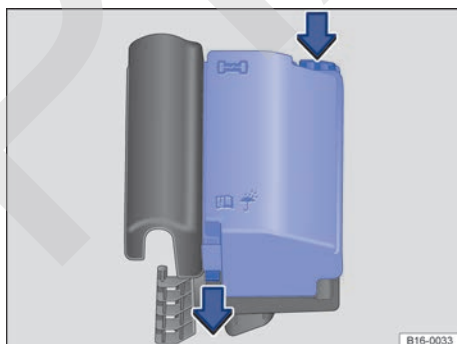

Fig. 154 En el vano motor: cubierta de la caja de fusibles.
- Para desbloquear la cubierta de la caja de fusibles, presione las teclas de bloqueo en el sentido que indican las flechas → **fig. 154**.